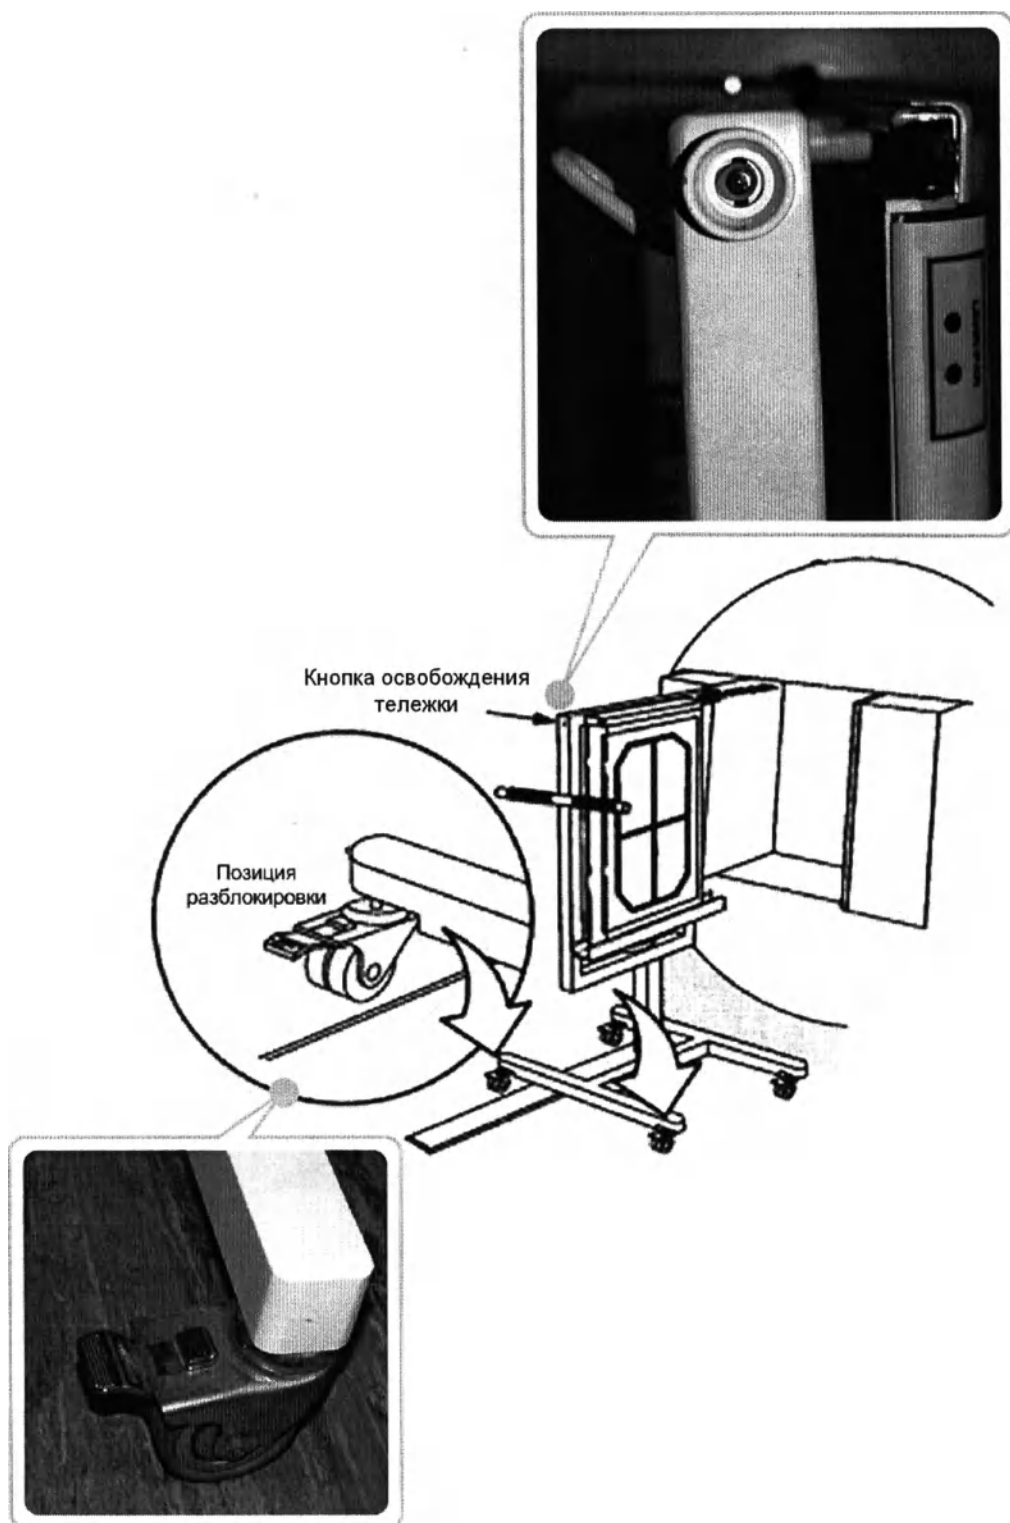

Рисунок 8-13 — Отсоединение тележки от детектора
2. Отсоединить тележку от детектора, нажав на кнопку освобождения тележки (Рисунок 8-13);